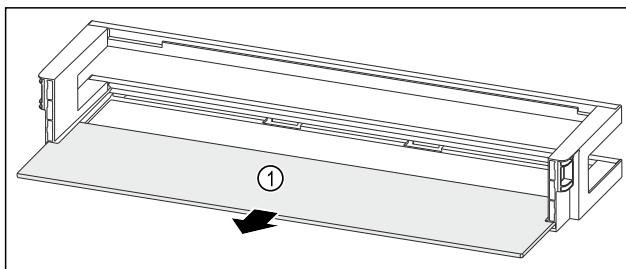

Fig. 116 Türabsteller mit Abstellfläche
- Abstellfläche Fig. 116 (1) entnehmen.